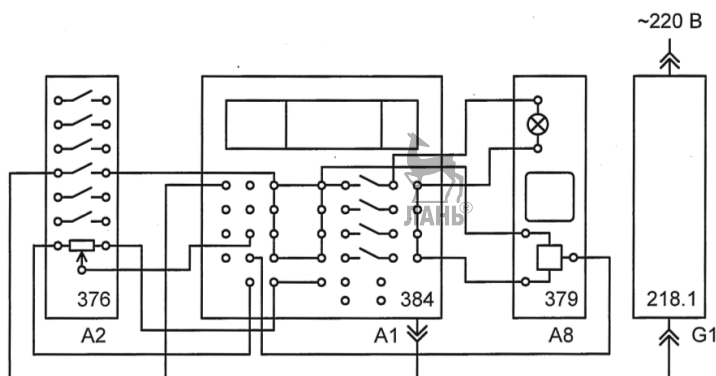

Рис. 9.23. Схема электрических соединений
В данной лабораторной работе моделируется система импульсного регулирования температуры воздуха в помещении. Для этой цели на лабораторном стенде задействуется модуль отопляемого помещения. Модуль отопляемого помещения представляет собой замкнутую коробку (блок А8 на рис. 9.23), в которой в качестве нагревателя используется обычная лампа накаливания. Кроме того, внутри установлен температурный датчик, отслеживающий реальную температуру внутреннего пространства модуля (коробки). При отключении лампы происходит охлаждение внутреннего пространства модуля естественным путем до температуры окружающего воздуха.
Схема электрических соединений представлена на рис. 9.23.
- Соедините проводами разъемы на лицевой части стенда в соответствии с электрической схемой соединений (рис. 9.23).